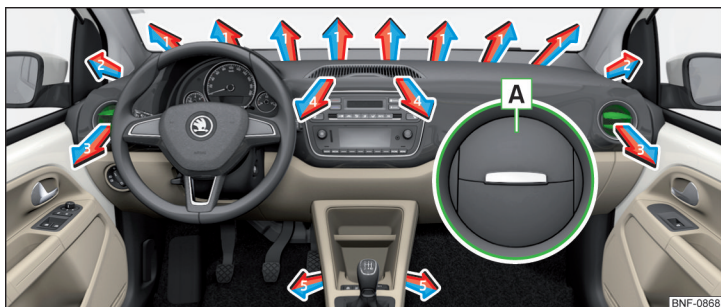

Fig. 91 Fantele de ventilație
La fantele de ventilație 3 » fig. 91 se poate modifica direcția curentului de aer, iar duzele se pot închide și deschide și individual.
- › Pentru **deschidere**, apăsați pe marginea exterioară a lamelei în zona **A** » fig. 91.
Setarea direcției fantei de ventilație	Gurile de ventilație » fig. 91